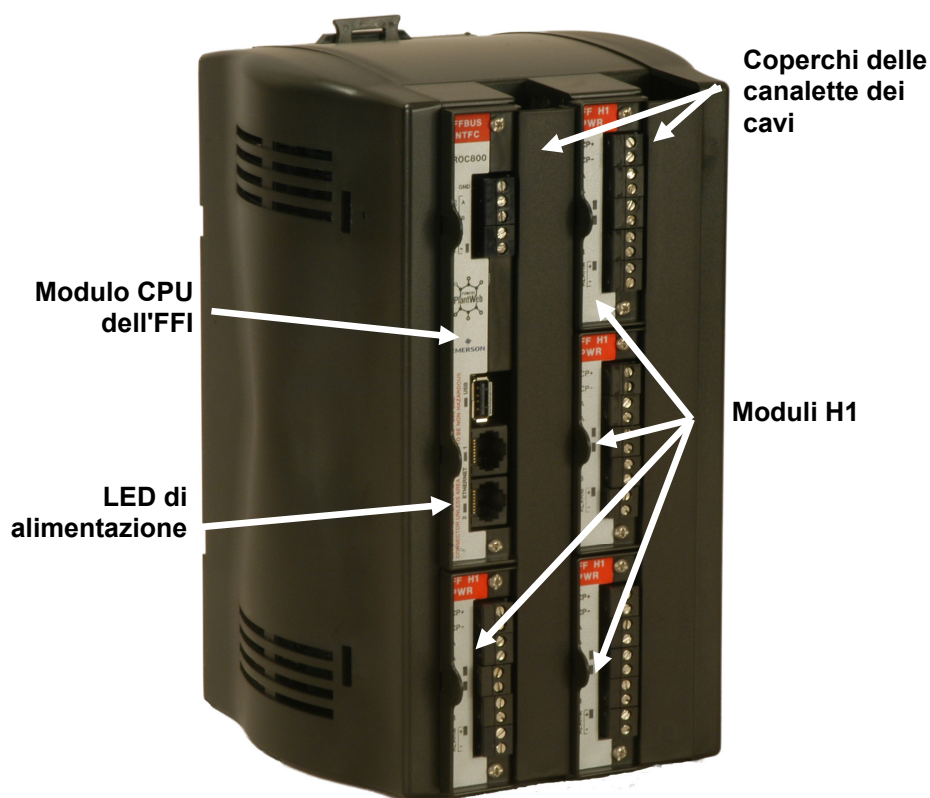

Figura 13. FOUNDATION Fieldbus Interface
3. Riposizionare i coperchi sopra le canalette dei cavi al termine del cablaggio delle morsettiere. Vedere la *Figura 13*.
4. Alimentare l'FFI per accendere l'unità. Il LED di alimentazione dell'FFI (vedere la *Figura 13*) dovrebbe diventare di colore verde a indicare che la tensione applicata è corretta.